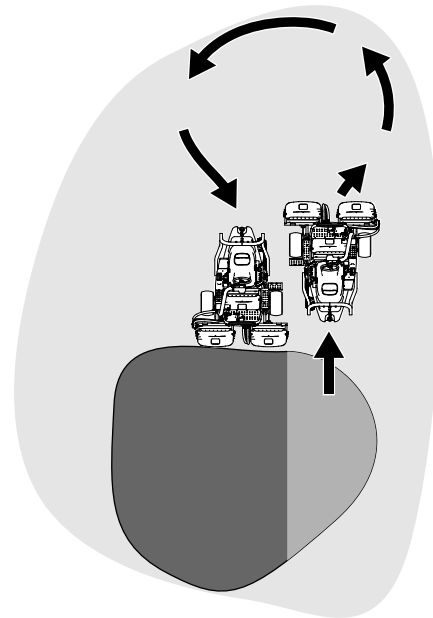

Figura 22
- Para ganar tiempo y facilitar la alineación correcta para la pasada siguiente, gire la máquina momentáneamente en la dirección opuesta, y luego gire hacia la parte que todavía no está segada. Este movimiento forma un giro en forma de lágrima (Figura 22), que permite